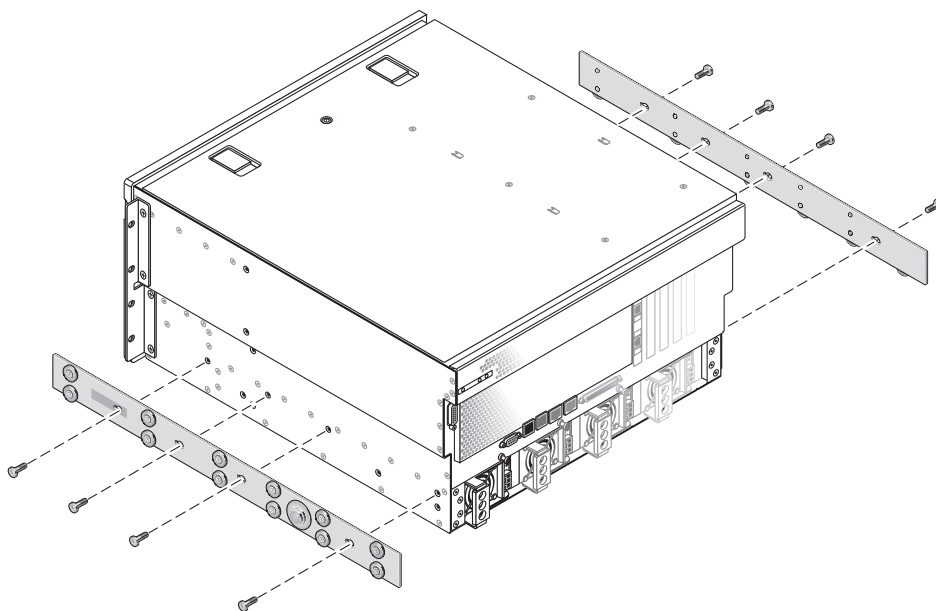

FIGURA 3-9 Fissaggio dei pattini allo chassis del sistema
5. Allineare i fori nei pattini con i rispettivi fori sui lati del server, quindi fissare i pattini ai lati del server utilizzando le otto viti fornite nel kit di spedizione (quattro viti per lato) (FIGURA 3-9).